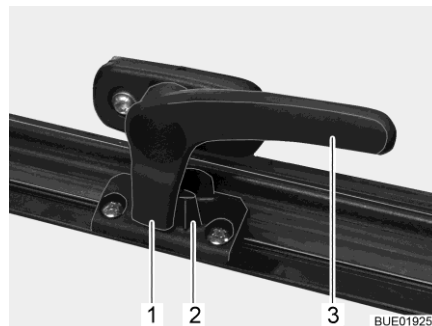

Fig. 19 Palanca de bloqueo (posición "cerrada")
- Girar la palanca de bloqueo (Fig. 19,3) un cuarto de vuelta hacia la mitad de la ventana.
- Girar la palanca de bloqueo (Fig. 19,3) un cuarto de vuelta hacia el marco de la ventana. El saliente de bloqueo (Fig. 19,1) se encuentra en la cara interior del bloqueo de la ventana (Fig. 19,2).
- En la posición "cerrada fijamente" (Fig. 19).